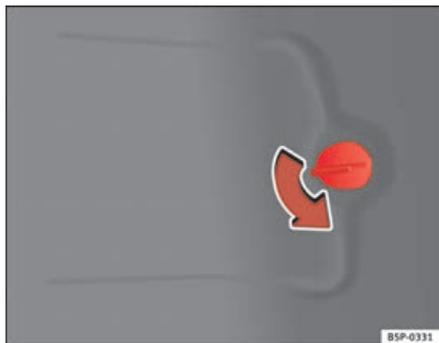

Fig. 194 Feux dans la carrosserie
- Ouvrez le cache du panneau latéral du coffre à bagages ⇒ fig. 194.